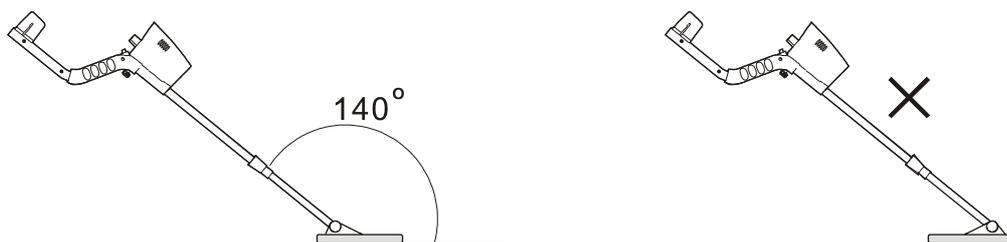

Figura 8
- Posicione correctamente a bobina de busca e mantenha o ângulo entre a bobina de busca e a haste de alumínio a cerca de 140° . Tenha cuidado para não se enganar (Figura 8)